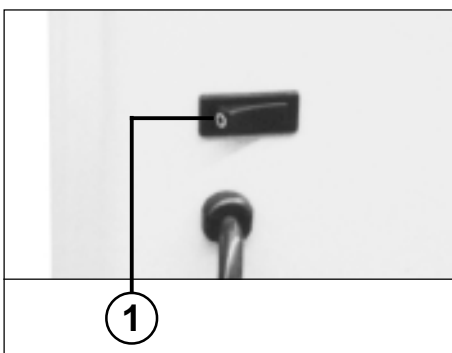

fig. 1
Mettez-la en circuit à l'aide du commutateur à bascule (1) (fig. 1).